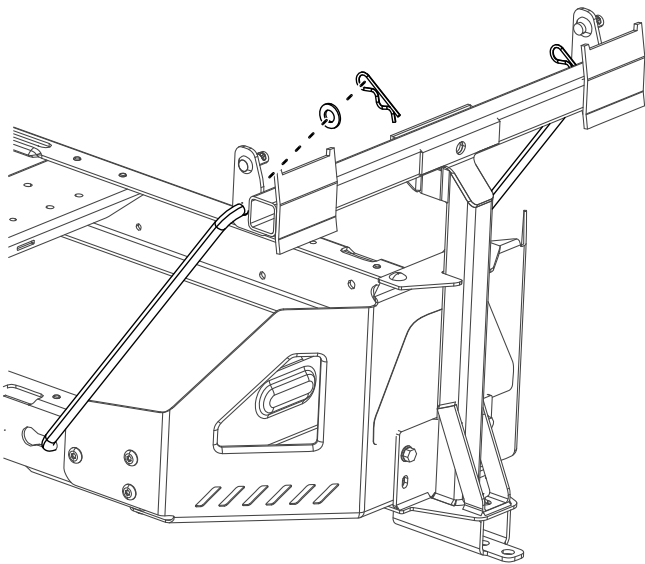

Figura 12
4. Postavite savijeni, prošireni kraj šipke u urez oblika ključaonice na levoj strani rama mašine, pa pomerite šipku unazad da ulegne u ram (Figura 12).
5. Umetnite savijene krajeve šipki u nosač priključka kako je prikazano na Figura 12 pa pričvrstite kraj svake šipke pomoću podloške i rascepke.
2. Montirajte okretno nosače na okretni ram (Figura 12).